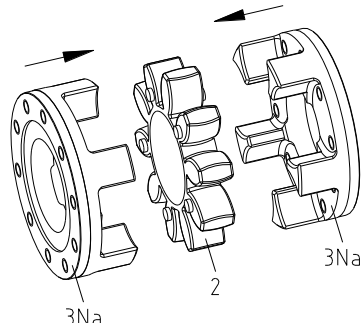

Bild 6
- Stick ihop medbringarfänsarna (komponent 3Na) och kransen (komponent 2) (se bild 6).